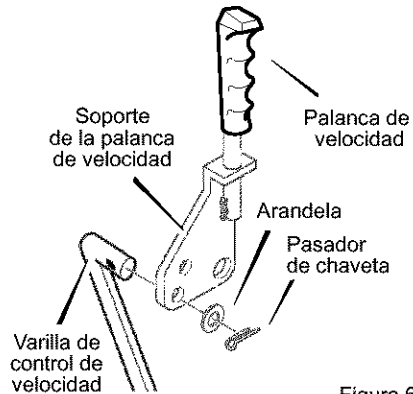

Figura 65
2. Conecte la **varilla de control de velocidad (extremo en ángulo de 90°)** al **soporte selector de velocidad** con la **arandela** y el **pasador de chaveta**. Vea la Figura 65.